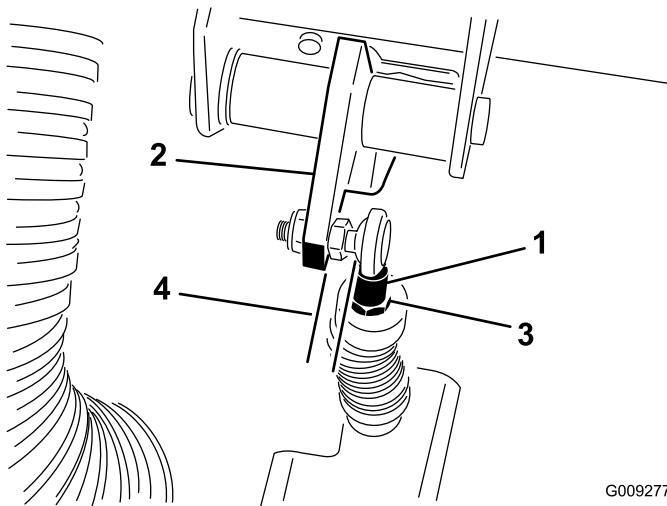

Figura 60
**Importante:** Asegúrese de que la rótula de la varilla está situada correctamente en la bola, sin estar torcida, y que permanece paralela al pedal del embrague después de apretar la contratuerca (Figura 60).